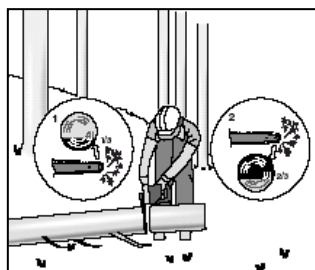

Рис. 4
Когда бревно имеет опору с одного конца, как показано на рис. 4, отпилить $1/3$ диаметра с нижней стороны (под козлами) (1). Затем сделать окончательный рез сверху (2), навстречу первому резу.